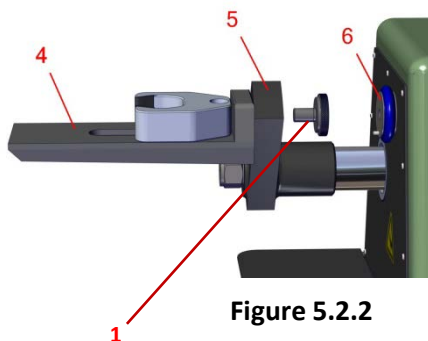
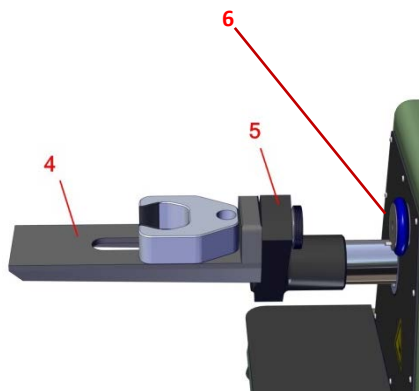
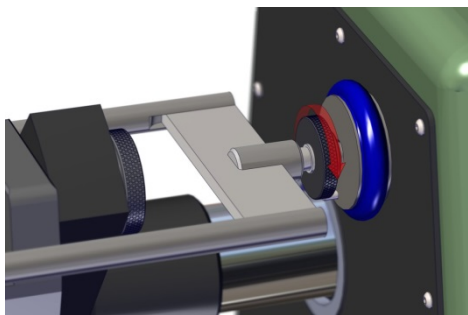

Figure 5.2.2
Figure 5.2.3
Figure 5.2.5
2. Glissez délicatement le bossage fileté de la base de l'accessoire sur le bras de serrage mobile (Figure 5.2.2, N°5) de l'appareil de mesure. Remplacez la vis moletée et resserrez-la pour fixer la base de l'accessoire au bras de serrage mobile (Figure 5.2.2 et Figure 5.2.3).
4. Placez la mâchoire gauche et le pont de traction sur la surface supérieure de la base de l'accessoire de traction. Faites glisser doucement la broche de pont (figure 5.2.1) dans le trou situé au centre du support de pince fixe (figure 5.2.2, élément 6).
4. Réglez l'écrou moleté (Figure 5.2.1, N°3) de manière que la surface plate de l'écrou faisant face au support du mors fixe (Figure 5.2.2, N°6) se situe à environ $1/32''$ (0,78 mm) de la surface du dit support (voir Figure 5.2.5).
(Voir la figure 5.2.3 pour la description de l'article)